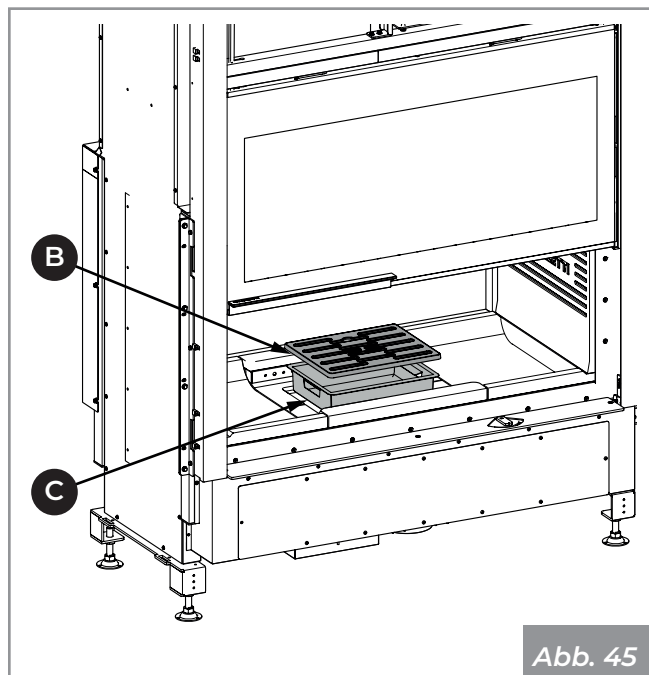

Abb. 45
- 2) Erheben und entnehmen Sie das Gitter (B) und die Aschelade (C) (Abb. 45).